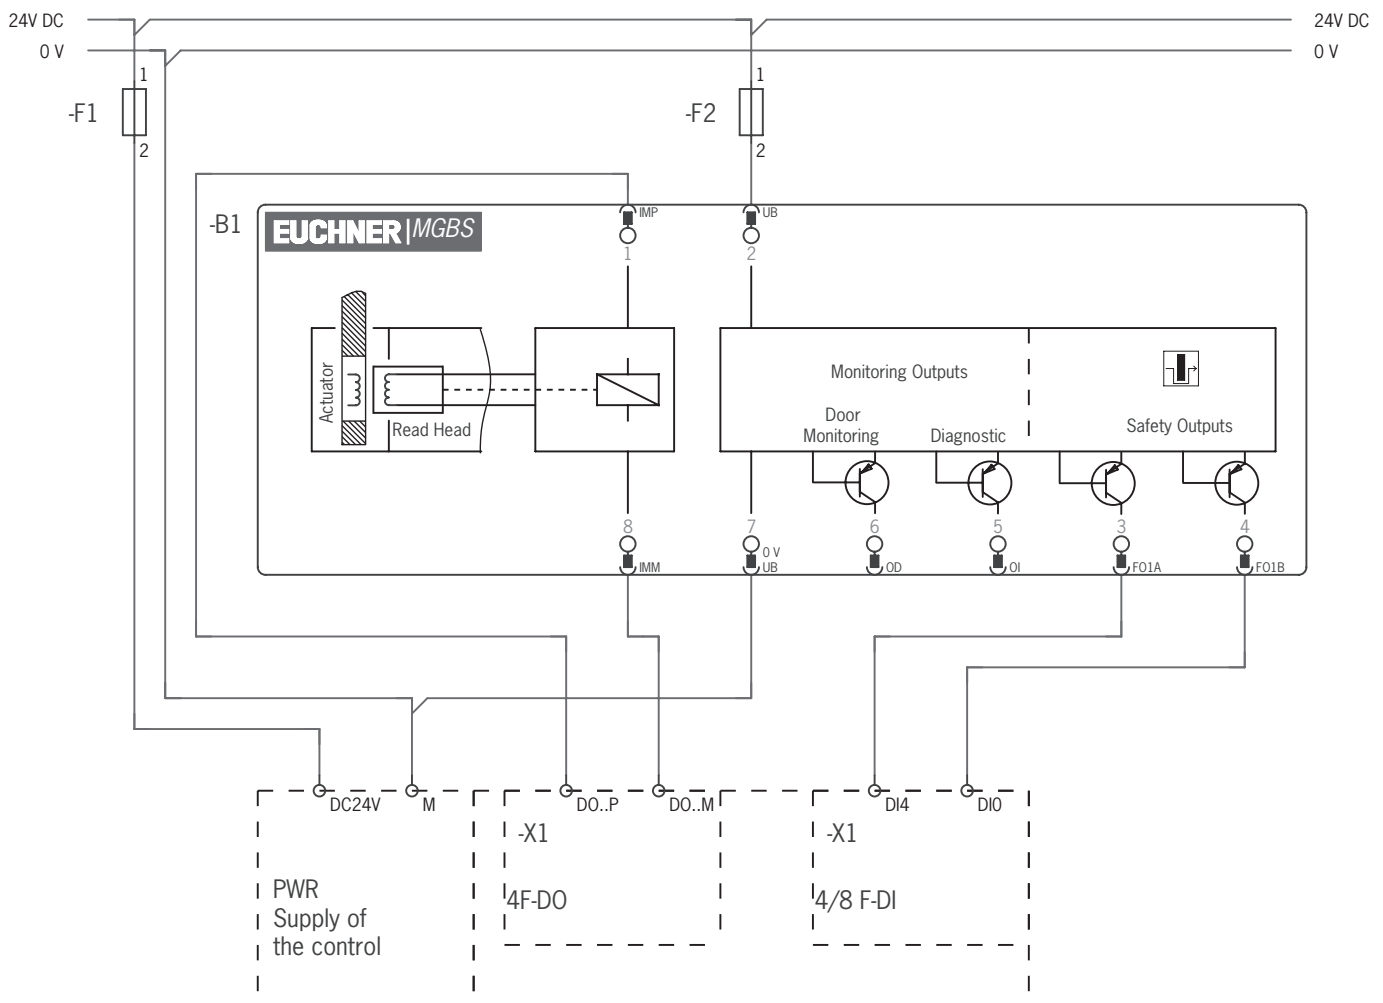

Fig. 5: Ejemplo de conexión a ET200
- En caso de accionamiento de doble canal de la tensión del solenoide mediante salidas seguras de un sistema de control, deben tenerse en cuenta los puntos siguientes (véase también la Fig. 5 en la página 29):